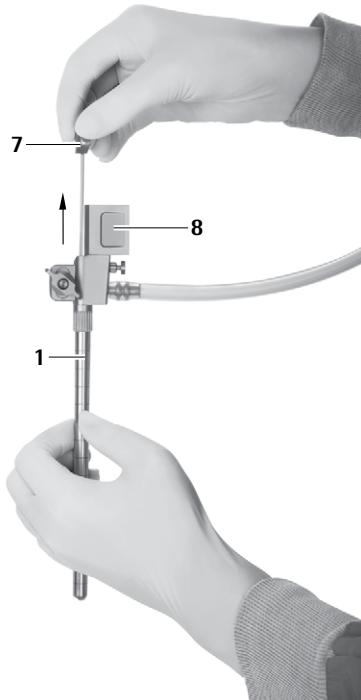

Fig. 9
- Retirar cuidadosamente o obturador para o canal de trabalho oval 7 do trocante MINOP InVent 1, ver Fig. 9.